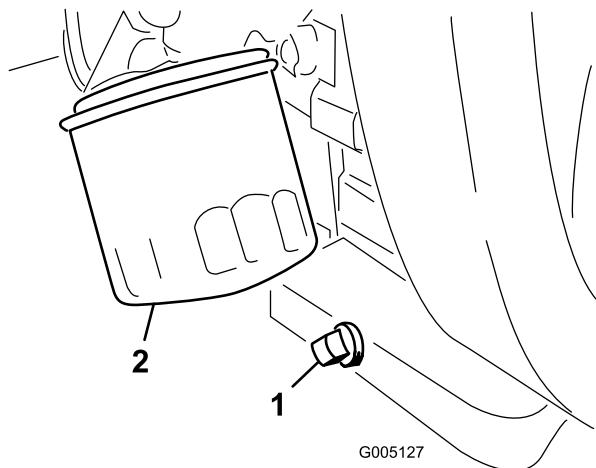

図 43
1. ドレンプラグ（図 43）を外してオイルを容器に受ける。オイルが抜けたらドレンプラグを取り付ける。
2. オイルフィルタ（図 43）を外す。新しいフィルタのガスケットに薄くエンジン・オイルを塗る。